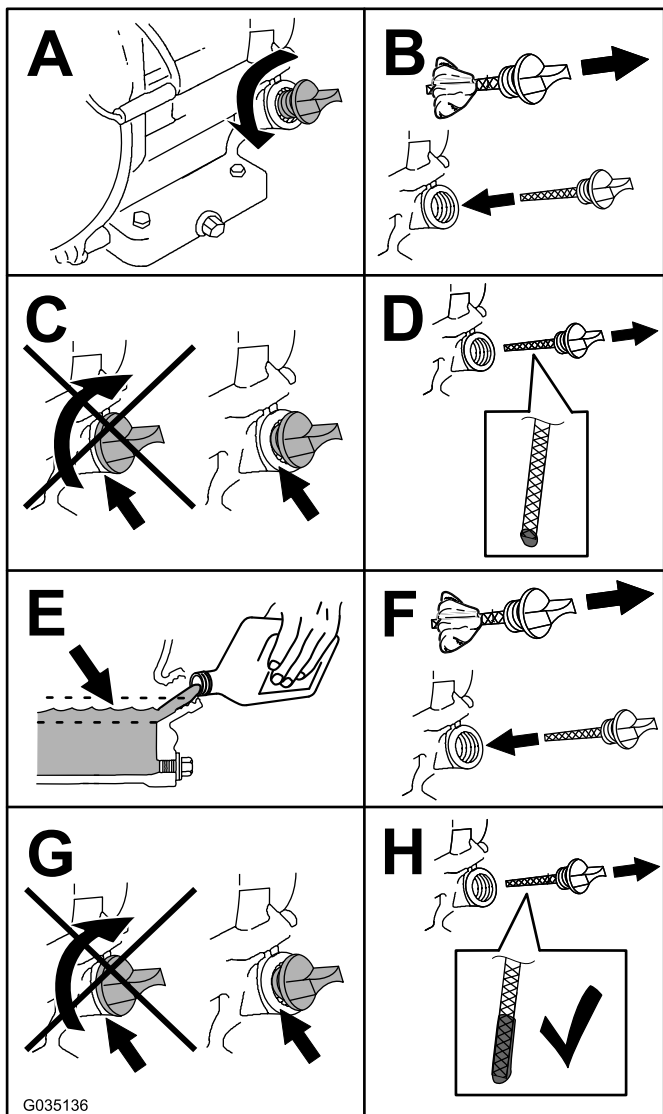

Figure 39
- Contrôlez le niveau d'huile comme montré à la Figure 39.